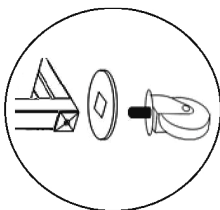

Рис. 3
5. Положить транспортную тележку на бок и установить ее на рабочей доске и прикрепить поворотные колеса. После чего прикрутить 4 поворотные колеса к боковым элементам тележки (**рис. 3**).